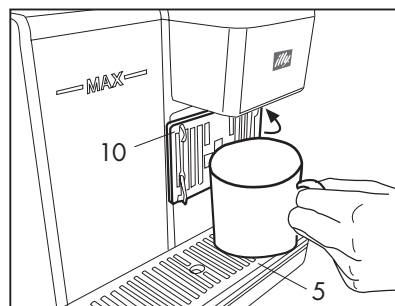

Fig. 6
- Controllare che non ci siano capsule all'interno e accendere la macchina azionando l'interruttore principale. (2)
- Chiudere il supporto per tazza piccola (10) e posizionare una tazza grande sulla griglia (5). **(Fig. 6)**